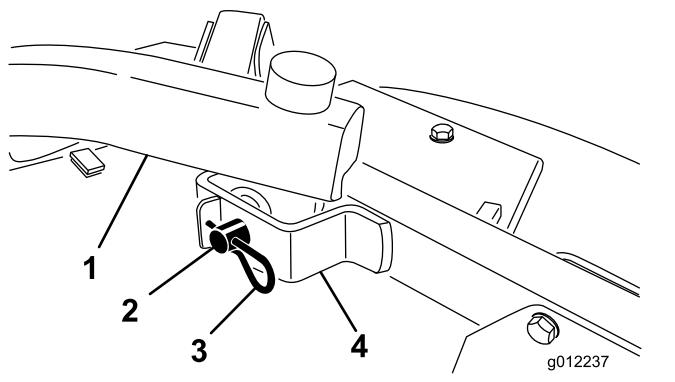

図 25
2. 昇降アームをキャスタアームブラケットに固定しているヘアピンコッターとクレビスピンドルを外す図 25。